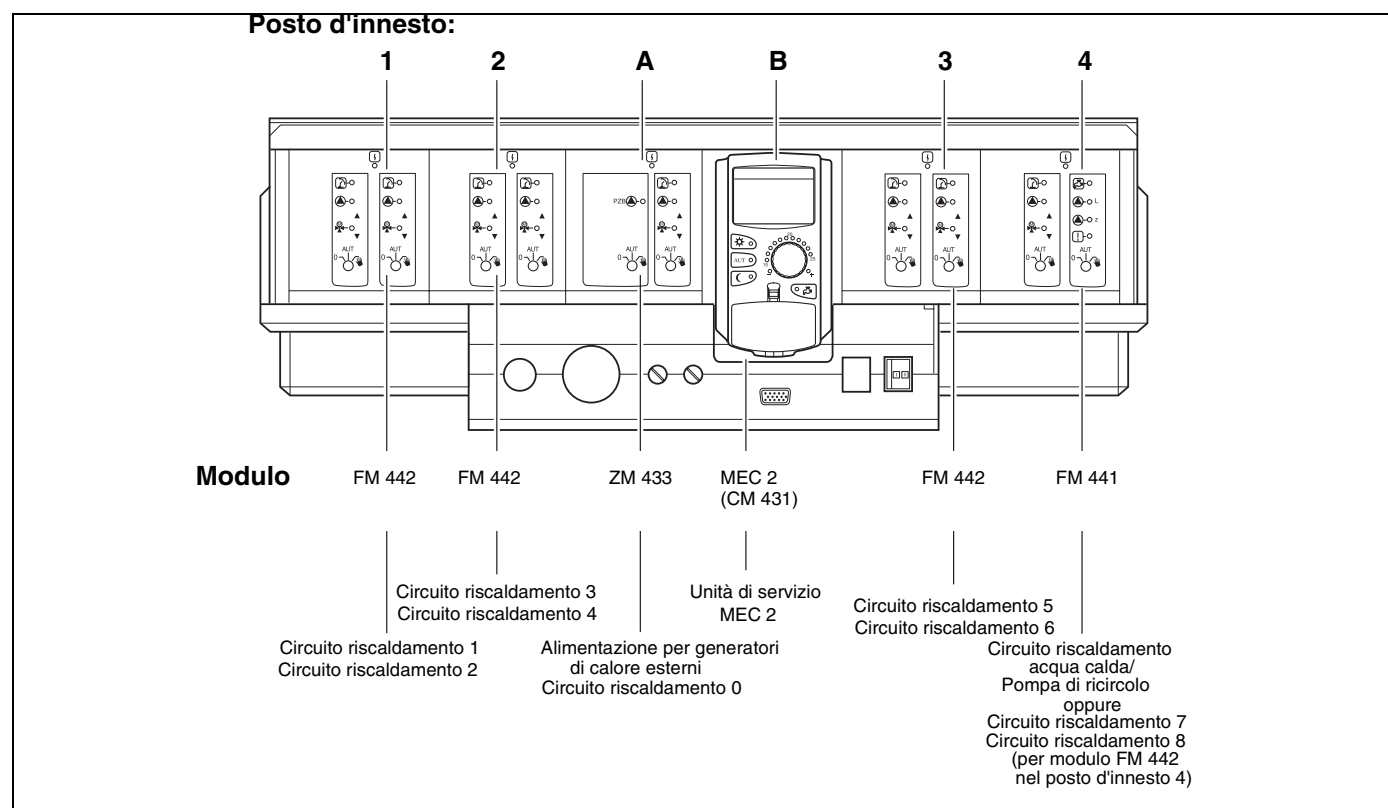

Fig. 5 Dotazione moduli (possibile dotazione completa)
- Inserite l'apparecchio di regolazione, portando l'interruttore d'esercizio su "I" (vedi fig. 5 a pagina 14).
- Disinserite l'apparecchio di regolazione, portando l'interruttore d'esercizio su "0" (vedi fig. 5 a pagina 14).